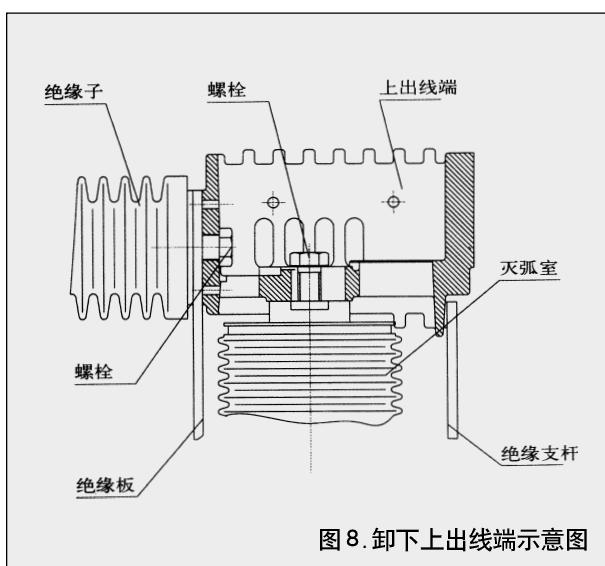

图8. 卸下上出线端示意图
- (1) 先拆下绝缘支杆，然后拧下上出线与灭弧室连接的螺栓，同时拧下上出线与绝缘子的螺栓。然后在拆下绝缘板，最后卸下上出线。(见图8)